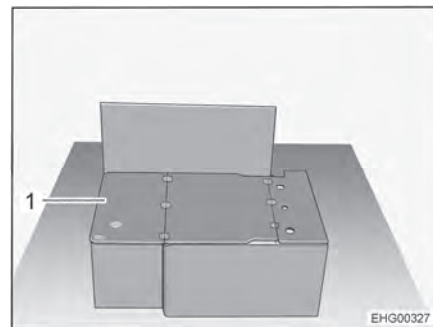

Bild 20 Längsgående sittbänk utan dynor
- Fäll upp brädan (Bild 20,1) 180° och placera på sittbänkslocket.